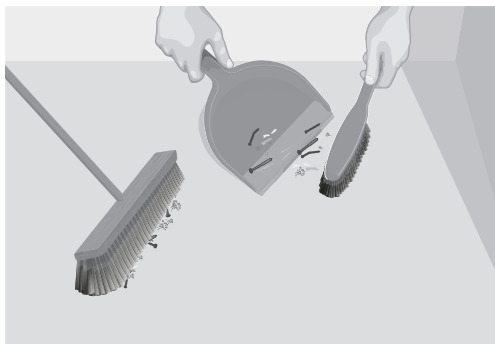

Fig. 3. Rent rum
2. Förbered installationsplatsen (fig. 3)